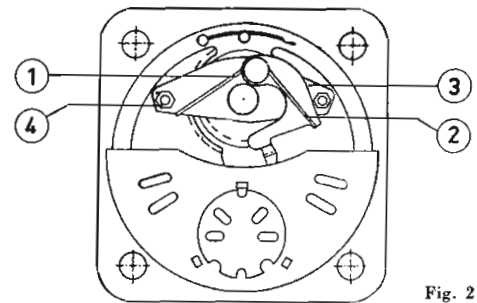

Fig. 2
*Het starten van het uurwerk, fig. 2.*
opgenomen. De geschopeerde laag wordt met behulp van het erbij geleverde beugeltje, A in fig. 2, verbonden met het chassis.